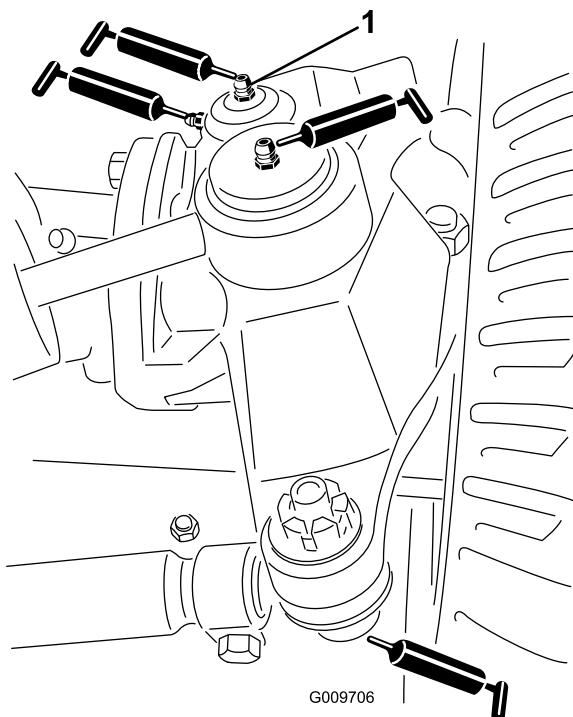

図 76
- 図 76 に示す、ステアリングシリンダのボールジョイント 2ヶ所
- 図 76 に示す、タイロッドのボールジョイント 2ヶ所
- 図 76 に示す、キングピンのブッシュ 2ヶ所